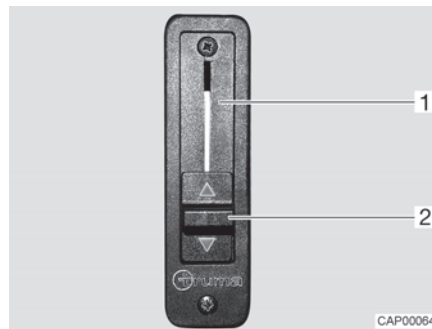

Fig. 8 Regulador de corredera para bloqueo de sección
- Empujar el regulador de corredera (Fig. 8,2) completamente hacia arriba. El bloqueo de sección (Fig. 8,1) está abierto. La calefacción del habitáculo también calienta la luna delantera.
- Empujar el regulador de corredera (Fig. 8,2) completamente hacia abajo. El bloqueo de sección está cerrado. La calefacción del habitáculo y la calefacción del vehículo básico están desacopladas.